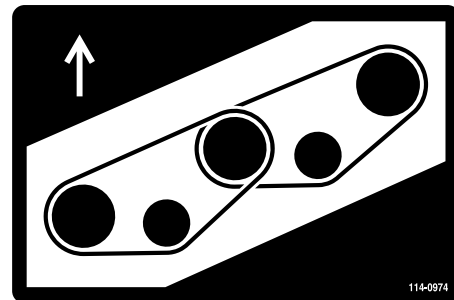
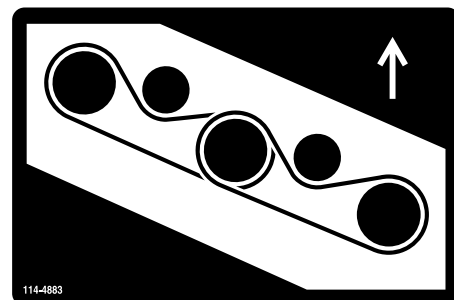

Figura 125
Figura 126
7. Coloque a nova correia nas polias e na estrutura da polia intermédia (Figura 125 e Figura 126).